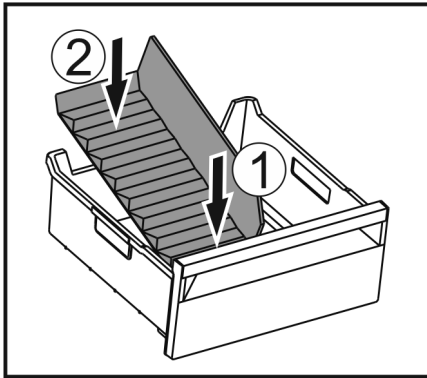

Fig. 146
- ▶ Voorste deel van de ijsvak-scheider plaatsen. Fig. 146 (1)
- ▶ Achterste deel van de ijsvak-scheider tot de bodem van de lade laten zakken. Fig. 146 (2)